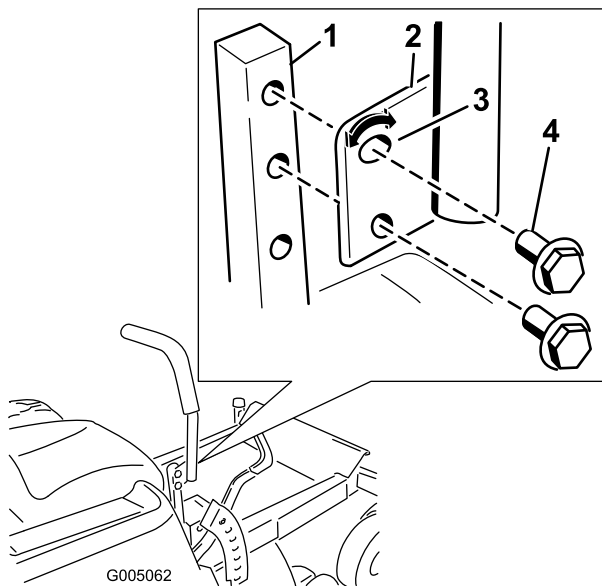

Figure 22
1. Retirez les 2 boulons qui fixent le levier de commande à l'arbre du bras de commande (Figure 22).
2. Placez le levier de commande dans les trous suivants. Fixez le levier avec les 2 boulons (Figure 22).
- Desserrez le boulon inférieur jusqu'à ce qu'il soit possible de pivoter le levier de commande en avant ou en arrière (Figure 22). Serrez les deux boulons pour fixer la commande à sa nouvelle position.